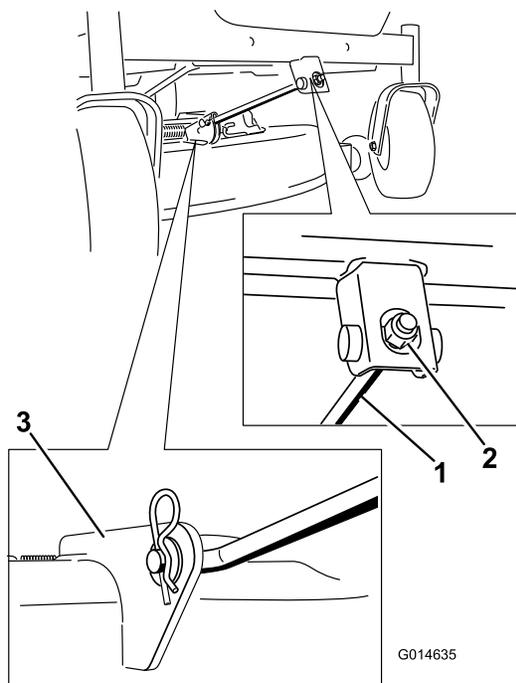

Figura 55
4. Retire la chaveta de la varilla de sujeción delantera y retire la varilla del soporte de la carcasa (Figura 55).
6. Conecte la varilla de sujeción delantera a la carcasa de corte con el pasador y la chaveta (Figura 55).